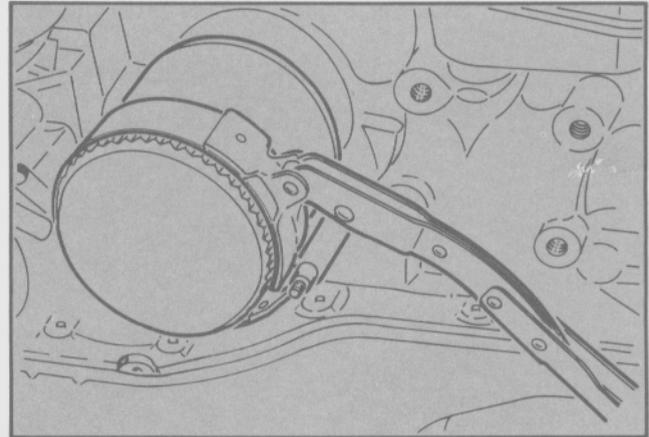

Fig. 17 - Desmontaje del filtro de aceite
- Desmontar el filtro de aceite y la varilla de control de nivel (Fig. 17).